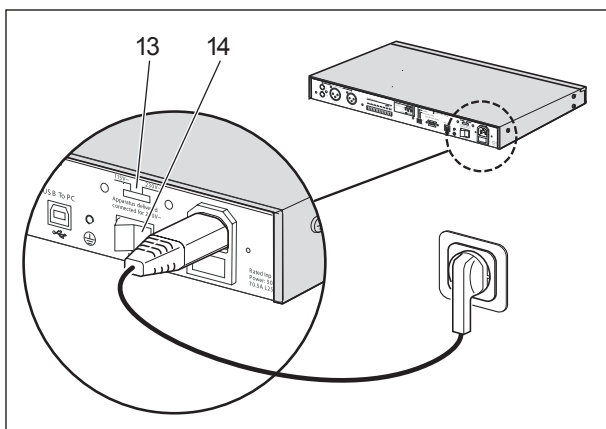

рисунок 3.8: Сетевой шнур
- 1 Убедитесь, что выключатель питания (14) на задней панели таймера установлен в позицию “O” (см. рисунок 3.8).
- 2 Убедитесь, что установка переключателя напряжения (115V/ 230V) (13) соответствует напряжению сети страны (см. рисунок 3.8).
- 3 Для соединения таймера с источником электропитания используйте сетевой шнур (см. рисунок 3.8).